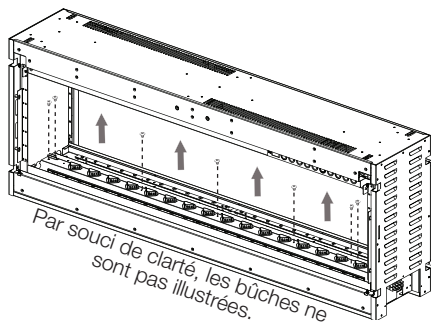

Fig. 4-6
- B. Retirez les vis de la base/le plateau à média de l'ensemble de bûche. Gardez les vis avec l'ensemble de bûche pour usage ultérieur (Fig. 4-6).